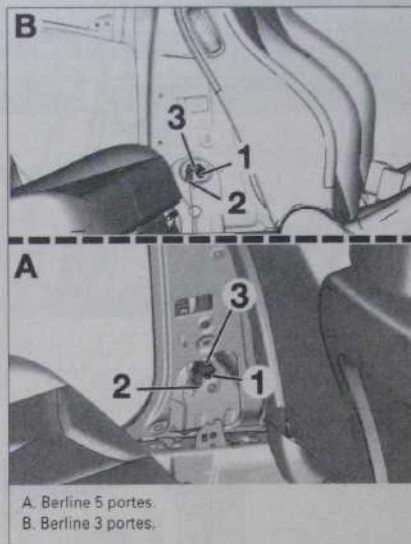

Fig. 15
- l'écrou (1) (Fig. 15),
- Débrancher le connecteur (2).
- Déposer le capteur (3).